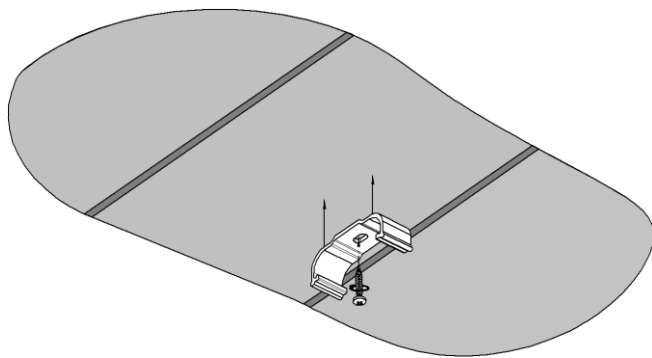
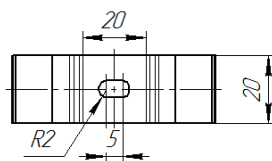

Рис. 1
Рис. 2
- 2.3.1 Снять крепление со светильника. Наметить и просверлить отверстие под монтаж светильника на поверхности установки. Диаметр отверстия в крепления 4 мм (Рис.2). При помощи винта прикрепить крепление к поверхности. Минимальная рекомендуемая длина метизов 35-50 мм (Рис. 1).